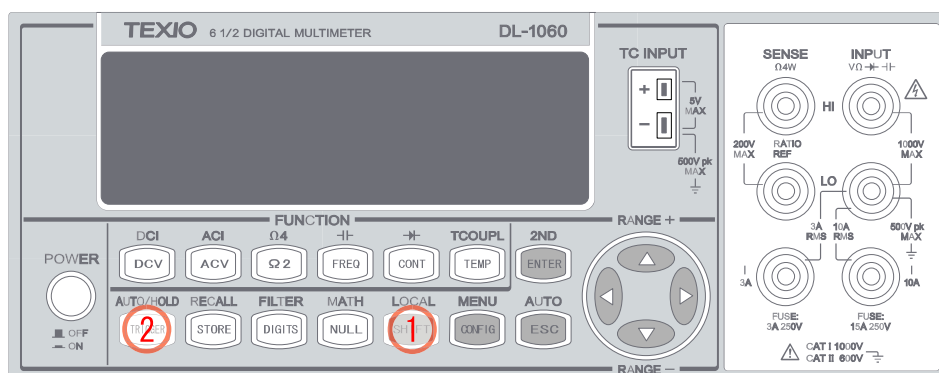

図 3-21
- ① SHIFT + TRIGGER ボタンを押すとホールド機能が有効となり、動作がはじまります。
- ② 再び SHIFT + TRIGGER ボタンを押すとホールド動作は終了します。
- 使用するボタンは図 3-21 に示します。